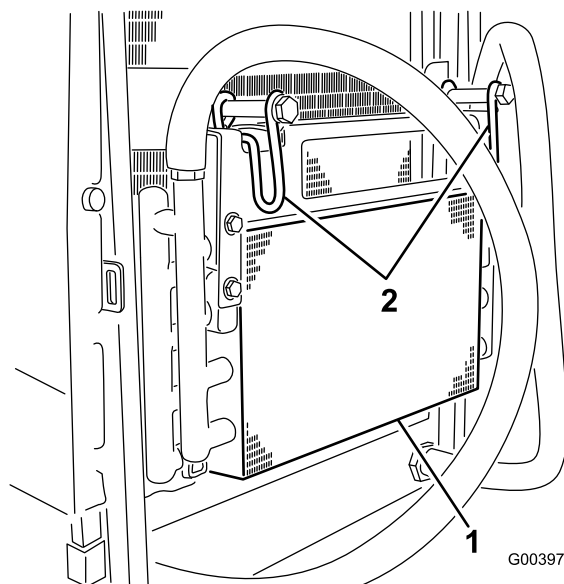

Figura 67
5. Articule os trincos para dentro para libertar o arrefecedor do óleo (Figura 67).